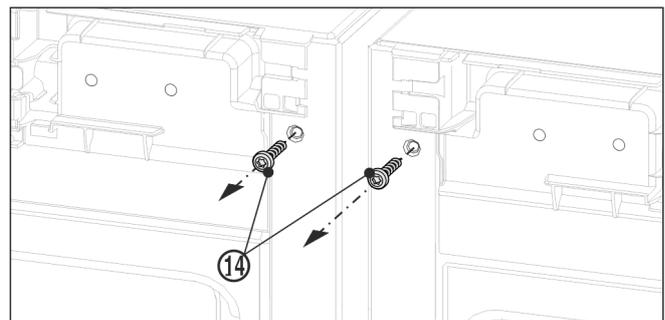

Fig. 11
► Prima di montare la squadretta superiore, svitare le due viti di messa a terra Fig. 11 (14).